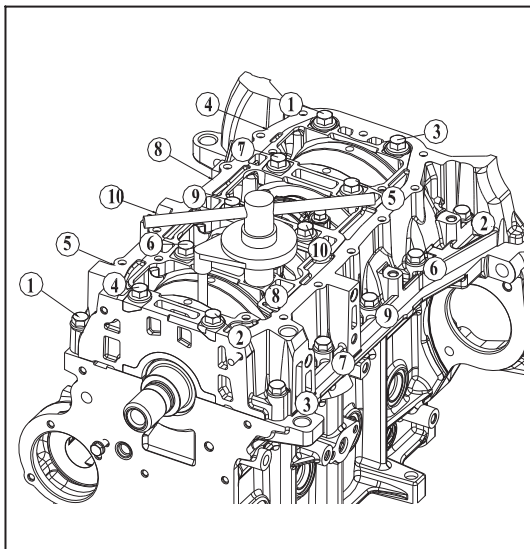

图 5-15
4.3 如图 5-15，用手把各主轴承座螺栓旋入（2-3）牙，按①至⑩（或⑩至①）顺序拧紧螺栓。螺栓拧紧采用扭矩加转角法，即 $20\text{N} \cdot \text{m} + 80^\circ$ 。然后再将四周 M8 的螺栓，同样按的方法拧紧，扭矩控制在 $(28.5 \sim 31.5) \text{N} \cdot \text{m}$ 。注意：在完成下缸体装配以后，当以小于等于 $2.5\text{N} \cdot \text{m}$ 的扭力转动曲轴时，应确保曲轴能平稳的旋转；